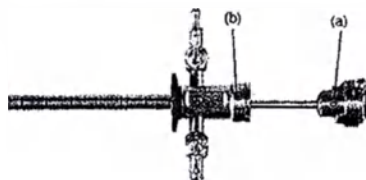

Рисунок 4: Установка обтуратора в тубус цистоскопа
1. Вставить обтуратор в тубус цистоскопа, совместить отметку «0» на обтураторе (a) с отметкой «0» на тубусе цистоскопа (b) (см. Рисунок 4).